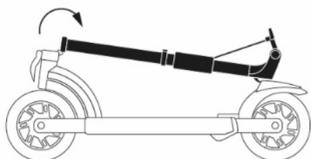

Figura 48 - Plegado de la columna de dirección
4. Presionar la palanca de seguridad y doblar la columna de dirección hacia la rueda trasera (**véase Figura 48 - Plegado de la columna de dirección**).